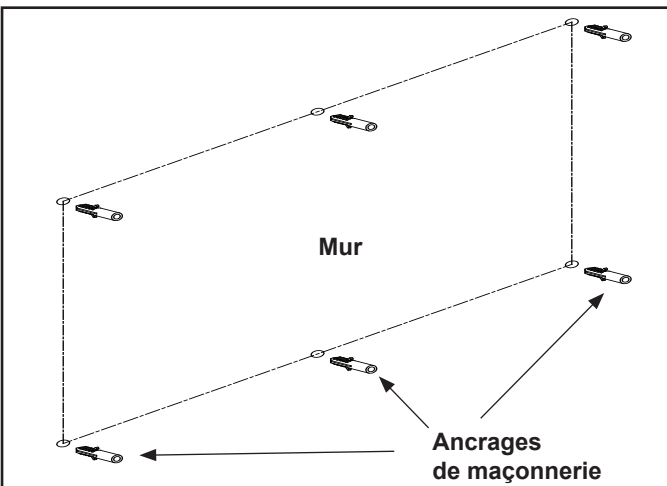

Figure 4.12 Positionnement des ancrages de maçonnerie
- Dans les emplacements marqués, percez des trous de 7,9 mm (5/16 po) de diamètre et de 38 mm (1-1/2 po) de profondeur. Voir la figure 4.12.